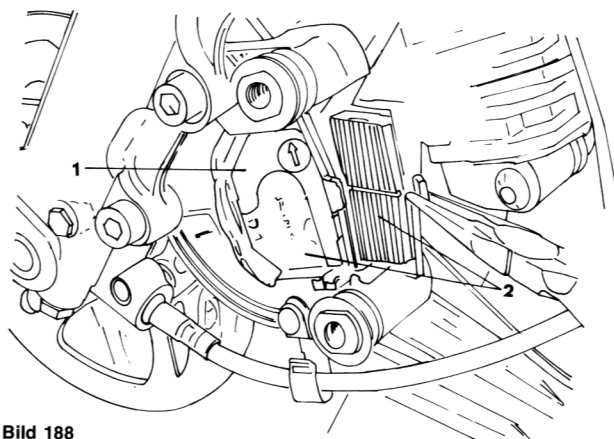

Bild 188
- Die Beilegescheiben mit der Pfeilmarkierung nach oben einsetzen (Bild 188).